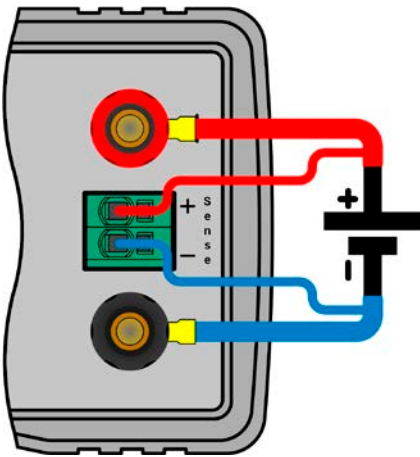

图 6 - 远程感测接线举例
- 感测线跟源极之间要+与+，-与-相连，否则会损坏两个系统。见图 6。